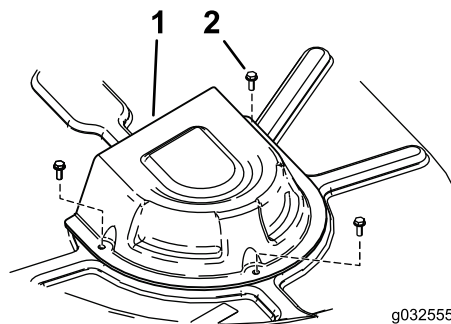

Figura 60
4. Retire las cubiertas de la polea (Figura 60).
8. Instale las cubiertas de la polea (Figura 60).